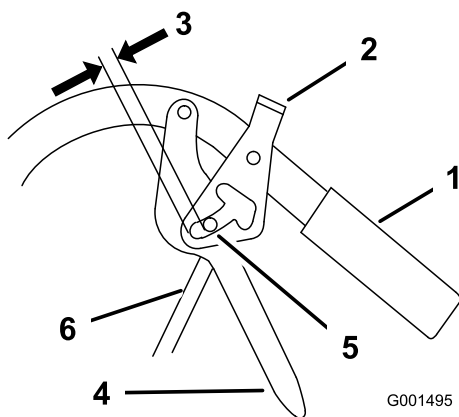

Figure 51
2. Vissez ou dévissez la tige de commande pour en régler la longueur afin d'obtenir un écartement de 5 à 6 mm (3/16 à 1/4 po) entre la tige et le bas du verrou de point mort/frein de stationnement (Figure 51).
- Montez la tige de commande sur le levier de déplacement et le verrou de point mort/frein de stationnement. Fixez la tige avec un axe de chape et une goupille fendue (Figure 51).